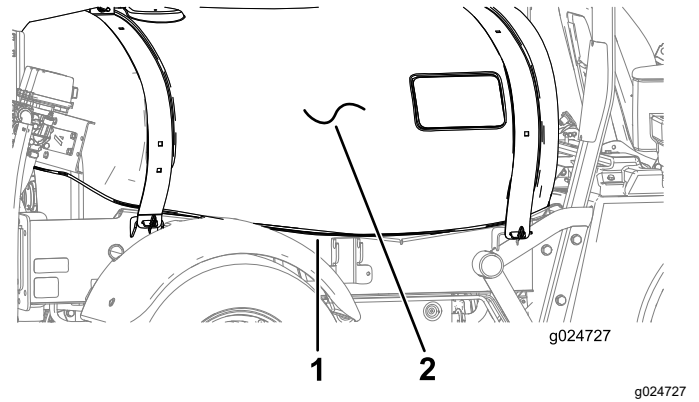

Figura 11
1. Enrute el arnés de cables por el larguero derecho del bastidor, junto al depósito (Figura 11).